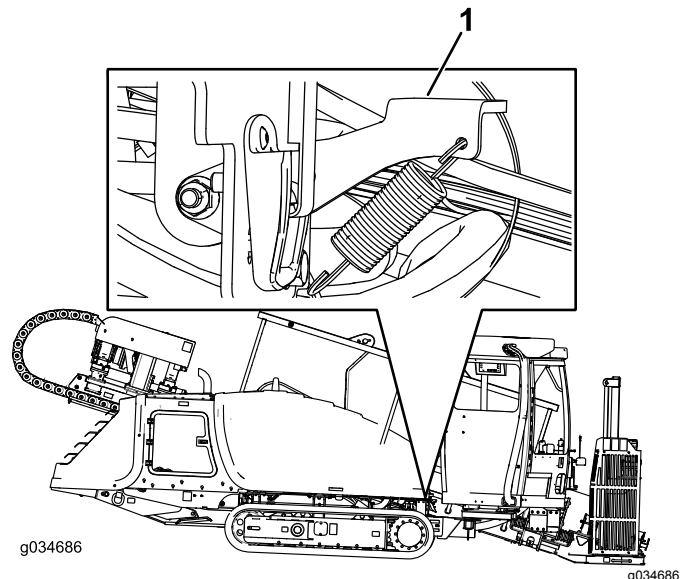
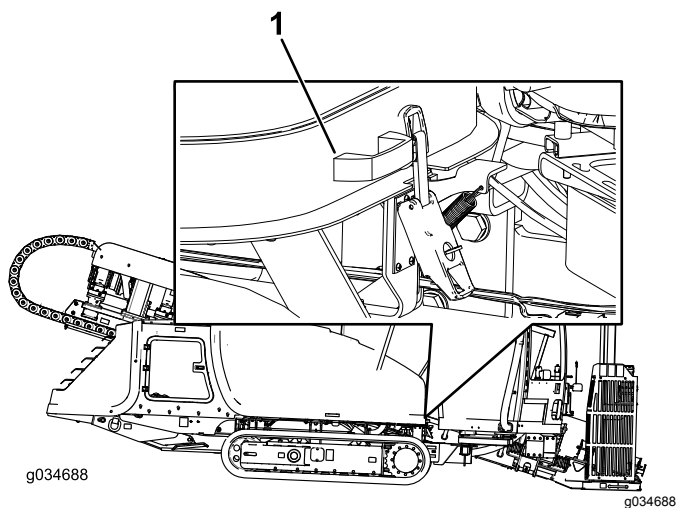

Bild 70
Bild 71
3. Ziehen Sie den Riegel der Haube nach oben, wie in Bild 70 abgebildet.
4. Heben Sie den Motorhaubenriegel (Bild 70) weiter an und ziehen den Griff an, wie in Bild 71 abgebildet.